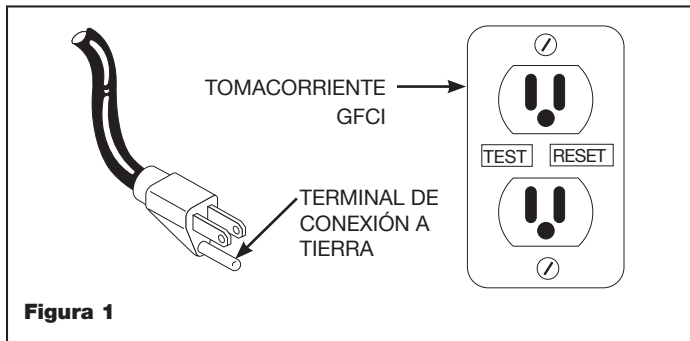

Figura 1
12. Esta bomba es sólo para usar con 120 voltios (monofásico) y está equipada con un cable trifilar y un enchufe de conexión a tierra de 3 clavijas aprobados, como se muestra en la Figura 1. Para reducir el riesgo de choque eléctrico, el motor debe asegurarse y conectarse a tierra adecuadamente. Esto se puede lograr introduciendo el enchufe de corriente de la bomba directamente en un receptáculo adecuadamente instalado y conectado a tierra con 3
clavijas (GFCI), (como se muestra en la figura 1).